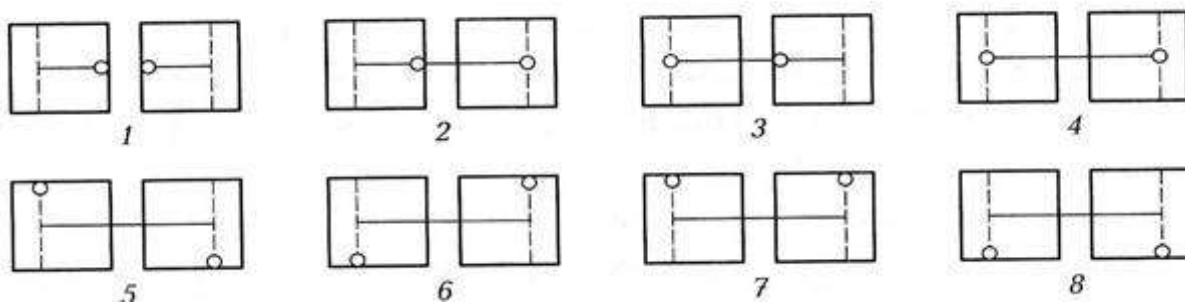

Рисунок 2 - Положения 91 – 8) гири на площадках весов при проверке на $1/10$ наибольшего предела взвешивания
- установите гирию, равную $1/10$ максимального предела взвешивания в центре и по краям площадки (платформы) весов (рисунок 2);
- убедитесь, что при установке гири в различных точках (положениях на площадке) высвечивается на индикаторе соответствующая масса (рисунок 2).